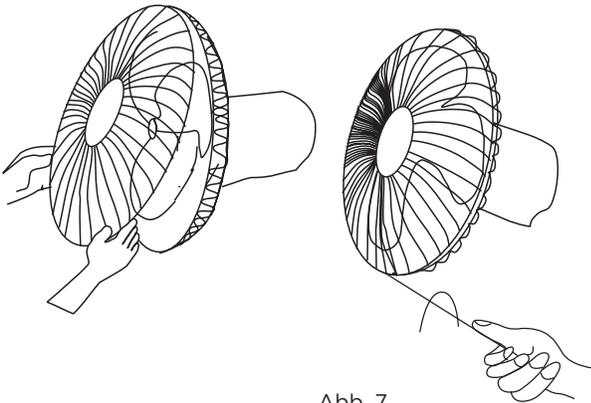

Abb. 7
- 3** Befestigen Sie das vordere und hintere Schutzgitter mit einem Sicherungsring und ziehen Sie dann die Arretierschraube und -mutter des Lüftergitters fest. (Abb. 7)